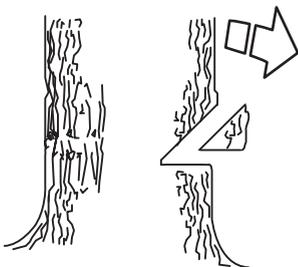

Рисунок 13 — Нижний пропил
- Затем сделайте нижний подпил (см. рис. 13) и убедитесь, что он точно совпадает с нижней частью верхнего пропила. Глубина направляющей зарубки должна составлять 1/4 диаметра ствола, а угол должен быть примерно 45 градусов.